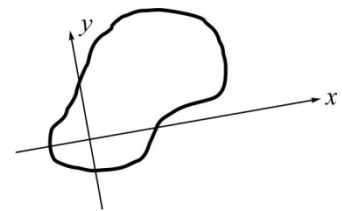

Рис.3.26
**3.23. Доказать, что для любой плоской фигуры справедливо неравенство:  $I_x I_y > I_{xy}$ , где  $x, y$  – две произвольные взаимно перпендикулярные оси (рис.3.26).**